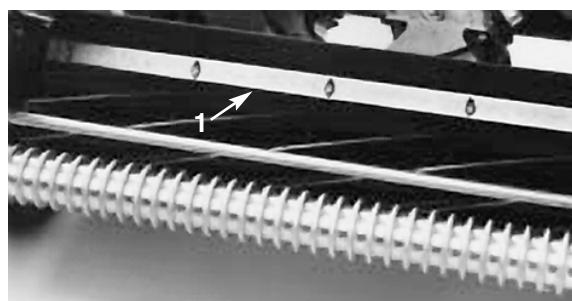

Fig. 11
1. Allentare le viti di fissaggio della barra superiore (Fig. 11) all'apparato di taglio. Inserire uno spessimetro di 1,5 mm tra la parte superiore del cilindro e la barra, ed avvitare le viti. Verificare che la barra ed il cilindro siano equidistanti lungo tutto il cilindro.